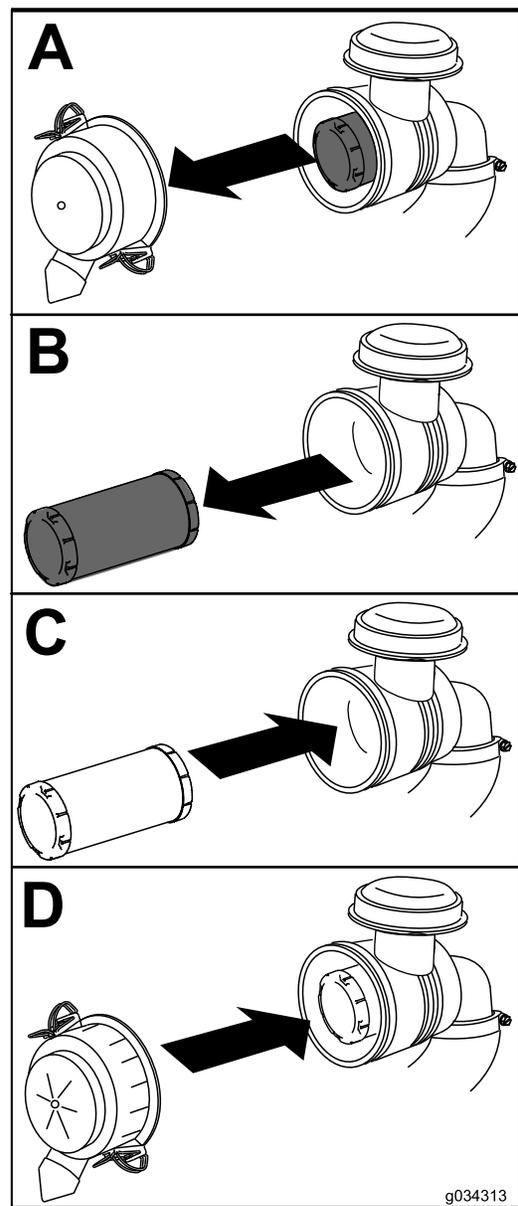

図 39
1. エアクリーナのボディからエアフィルタをゆっくり引き出す 図 39。
4. 上下方向を確認、UPと書いてある方を上に向けてエアクリーナカバーを正しく取り付け、ラッチを掛ける 図 39。